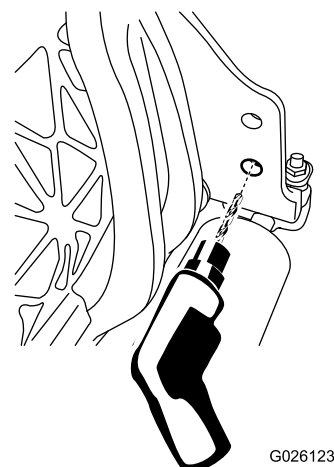

Figura 14
1. Allargate il foro inferiore sul lato destro dell'elemento di taglio mediante una punta per trapano da 9 mm (Figura 14).